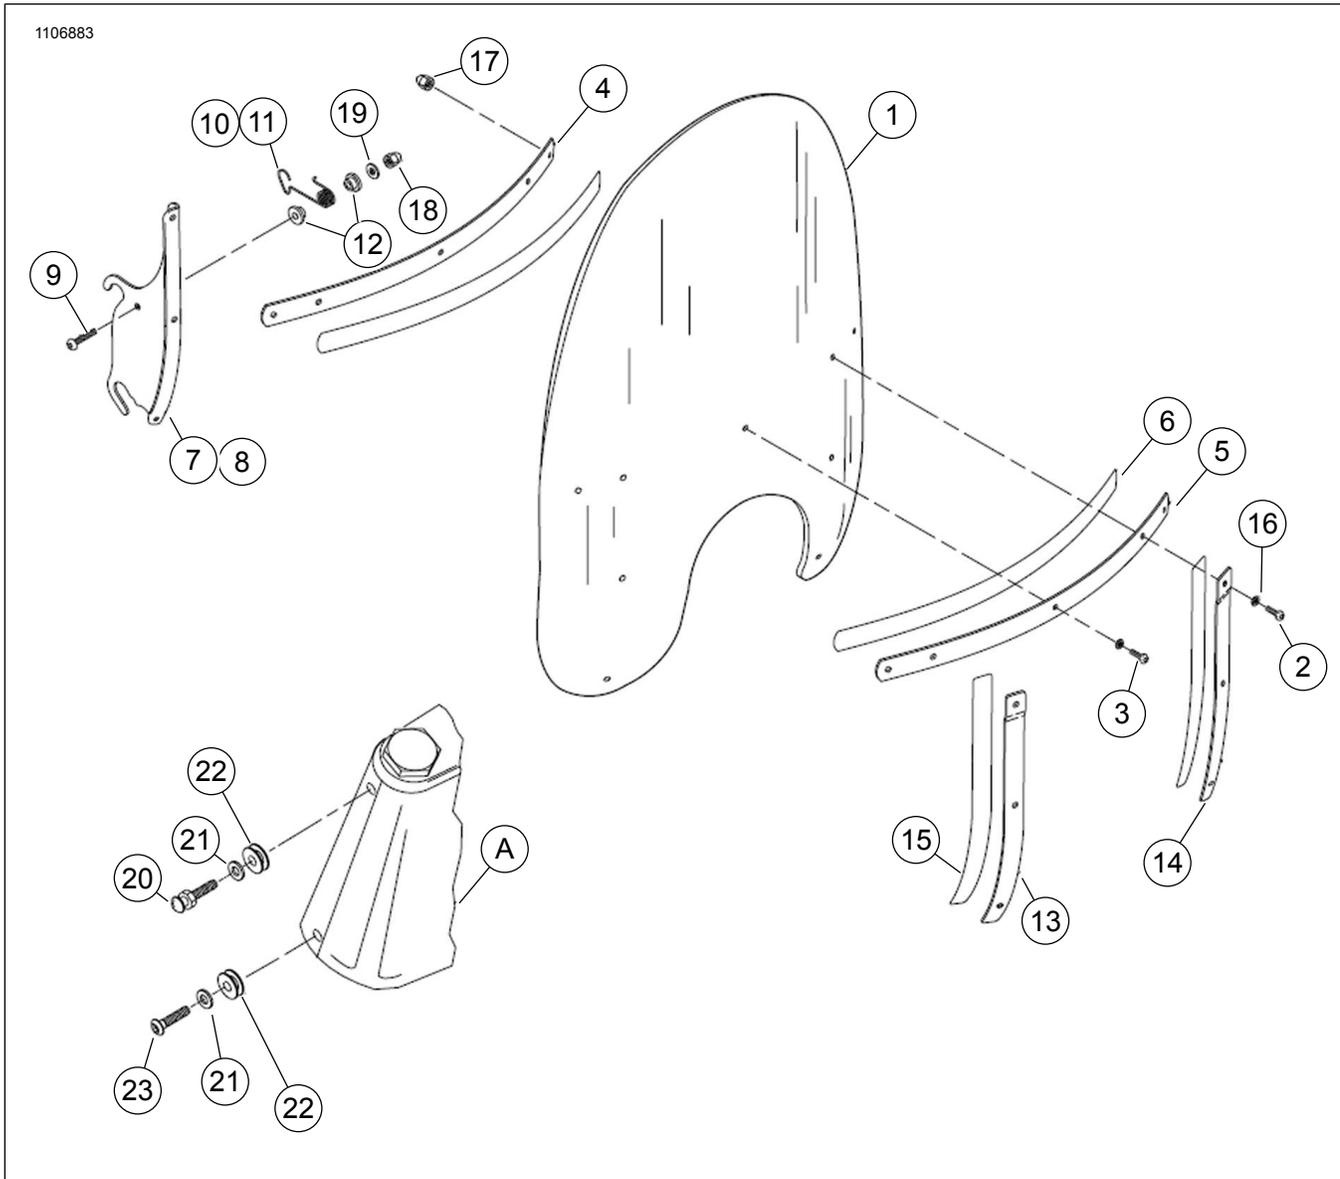

Figura 1. Piezas de servicio: Kits de parabrisas
Vea Figura 1 y Tabla 1.
2. Vea la Figura 1. Sujete los bujes de acoplamiento superiores (22) usando la arandela (21) y los tornillos de cabeza tipo hongo (20). Aplique ADHESIVO DE FIJATORNILLOS DE MEDIANA FUERZA LOCTITE 242 (AZUL) (Loctite 242) en las roscas del tornillo. Ajuste. 25,8 N·m (19 ft-lbs)
4. En los vehículos equipados con la nacela del faro delantero cromado, sujete el buje de acoplamiento inferior (22) usando la arandela (21) y el tornillo con cabeza de botón (23). En los vehículos equipados con la nacela del faro delantero Street Stalker, sujete el buje de acoplamiento inferior (22) usando la arandela (21) y el tornillo con cabeza de botón (24).